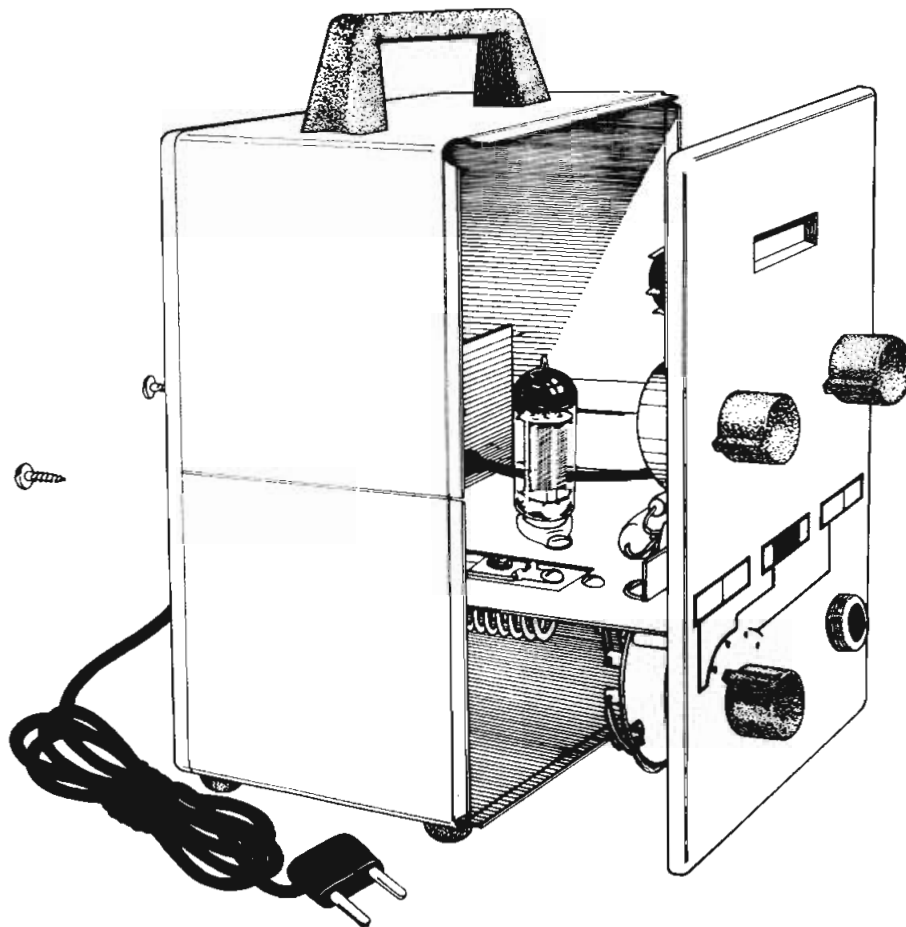

Figure 13. — Mise en place de l'appareil à l'intérieur du coffret
Se référer à la figure 13.
- () Avec tout le soin désirable, placer l'appareil à l'intérieur du coffret en faisant en sorte que le panneau avant s'ajuste sur le rebord du coffret, comme il est montré sur la figure 13.